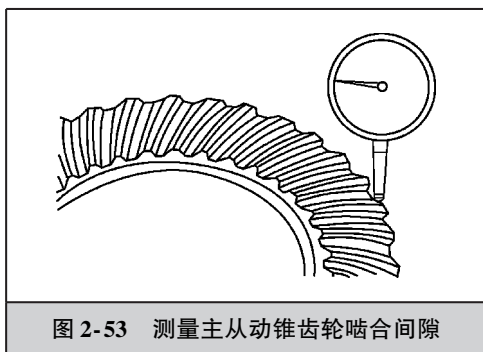

图 2-53 测量主从动锥齿轮啮合间隙
4) 使用百分表测量减速器主、从动圆锥齿轮的啮合间隙,标准为 0.08~0.12mm。测量时,要求百分表指针垂直抵住从动圆锥齿轮的齿面大端,如图 2-53 所示,并且选择均匀分布的四个点测量,测量值取其平均值。